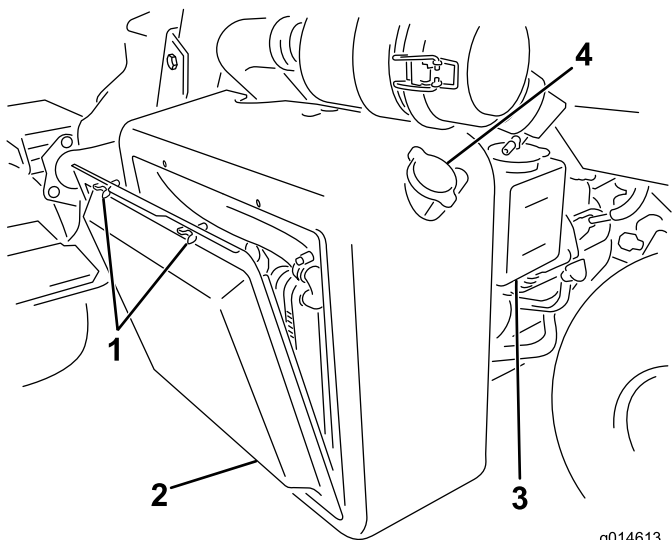
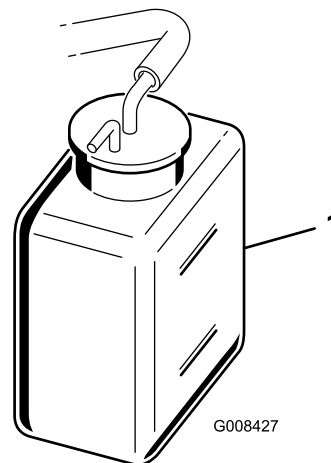

Figura 44
Figura 45
1. Rimuovete la griglia del radiatore (Figura 44).
2. Controllate il livello del refrigerante (Figura 44 e Figura 45).